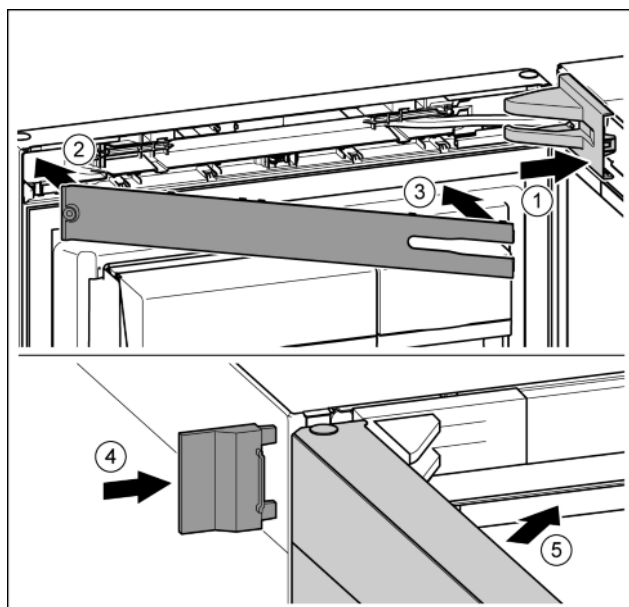

Fig. 40
- Крышку установить и зафиксировать, при необходимости, осторожно разжать. Fig. 40 (1)
- Установить крышку. Fig. 40 (2)
- Наклонить и защелкнуть крышку. Fig. 40 (3)
- Надвинуть внешнюю крышку. Fig. 40 (4)
- Закрыть верхнюю дверь. Fig. 40 (5)